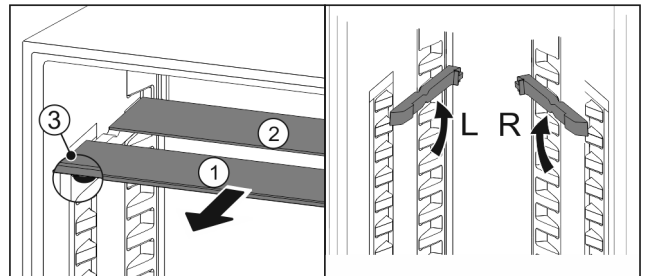

Fig. 24
- Glasplatten einzeln nach vorne herausziehen Fig. 24 (1).
- ▷ Glasplatte Fig. 24 (1) mit Zierleiste liegt vorne.
- ▷ Stopps Fig. 24 (3) zeigen nach unten.